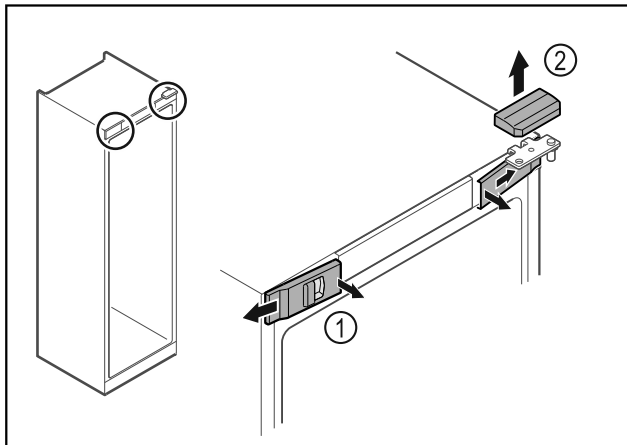

Fig. 7*
- ▶ Vordere Abdeckungen Fig. 7 (1) innen ausrasten und zur Seite abnehmen.*
- ▶ Obere Abdeckung Fig. 7 (2) nach oben abnehmen.*